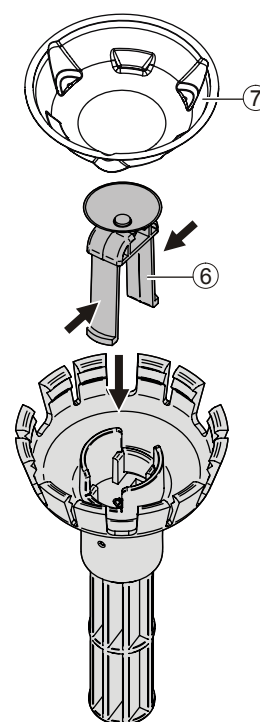

Рис. 3
1. Зафиксируйте приемный колпачок (6) в регулировочном приборе для замены извещателя (Рис. 3).
2. Закрепите пылезащитную крышку (7) на приемном колпачке.